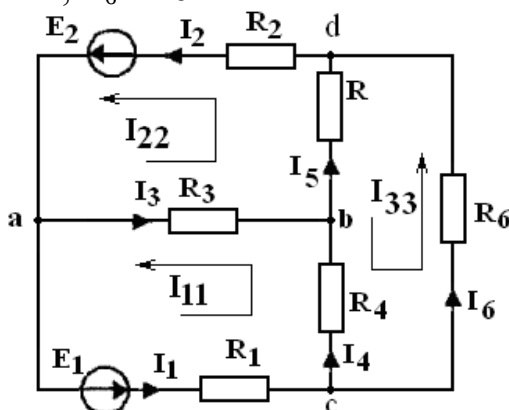

Рис.1.2. Сложная электрическая цепь
Для электрической цепи, изображенной на рис. 1.2, выполнить следующее:
2. Приписываем каждому независимому контуру свой контурный ток: I_{11} , I_{22} , и выбираем произвольное направление каждого из них (см. рис. 1.2). Удобно выбирать направление контурных токов во всех контурах единообразно - по часовой стрелке или против, а направления обхода контуров — по контурным токам.